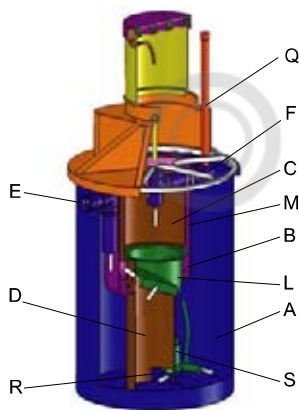

Рис. 5. Аэротенк
После предварительной обработки в септике-отстойнике сточная вода через входной трубопровод E (Рис. 5) поступает в азротенк для дальнейшей очистки. В емкости «А» азротенка вода насыщается кислородом воздуха (азрируется) при помощи погружного насоса (S).
Аэрированная смесь перетекает из емкости окислирования-нитрификации «А» (Рис. 5) в емкость «В», через первую серию отверстий (Т1), сделанных в верхней части ускорителя (М) и стекает по вертикали вниз. В нижней зоне емкости «В» поток перетекает в емкости (С) и (D) через серию отверстий (Т2).